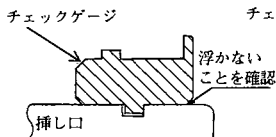

図53 溝深さの確認
(5) 加工完了後、所定の寸法になっていることを専用のチェックゲージを用いて下記の方法で確認する。
- ①チェックゲージを加工後の溝に入れて、挿し口全周にわたって浮かないことを確認する。(図53参照)チェックゲージが浮く場合、溝が浅いので、再度溝切り加工を行う。